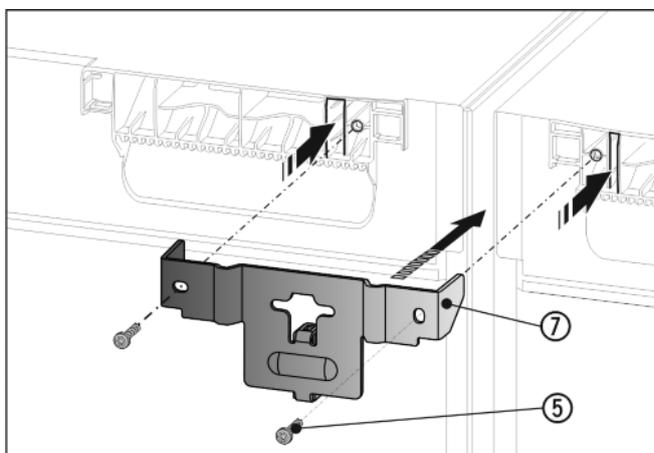

Fig. 9
- ▶ Spingere la squadra Fig. 9 (7) con il distanziale fra gli apparecchi e con i listelli nella copertura dell'apparecchio. Serrare con 2 viti Fig. 9 (5).